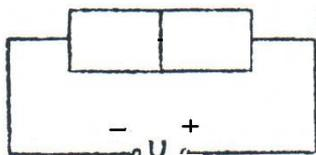

Рисунок 40 - Структурное изображение полупроводникового диода с $p-n$ переходом и источником питания
1. Начертите "слепую" схему структурного изображения полупроводникового диода с $p-n$ переходом и подключенным к нему источником внешнего напряжения (рис. 40).